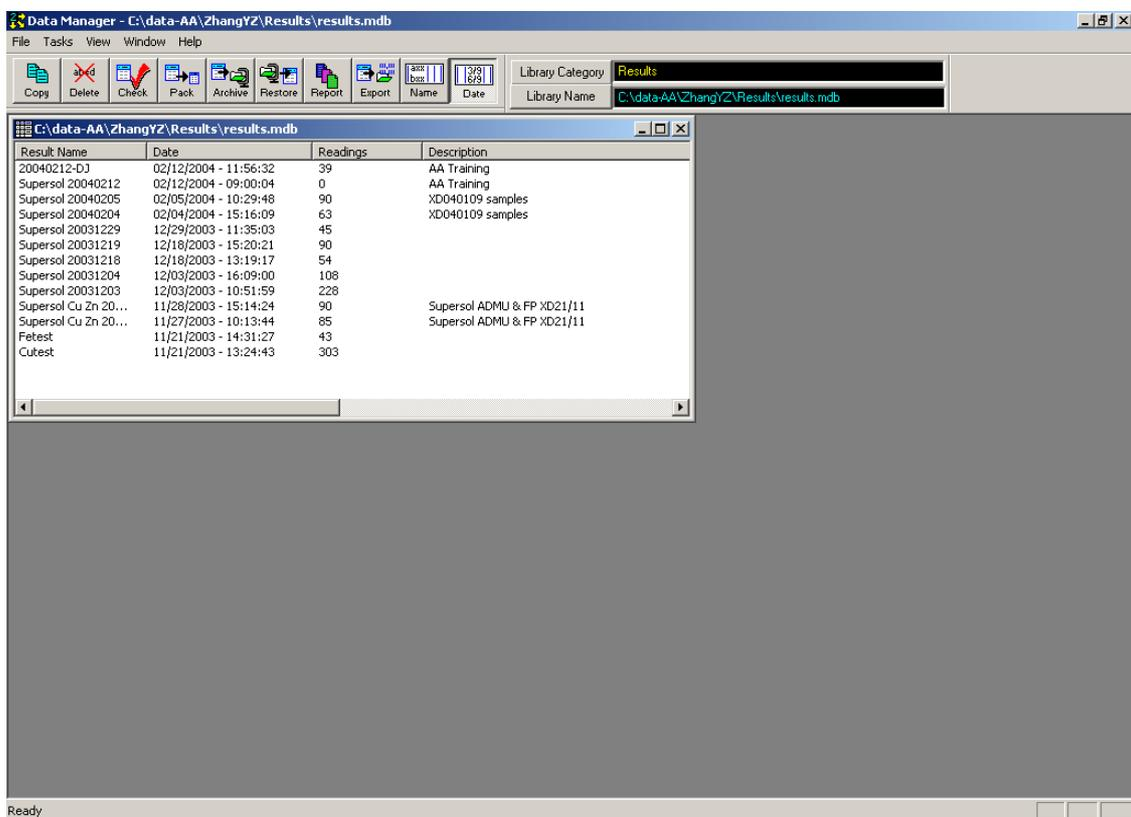

图 46. Winlab32 AA 中的数据处理页面
3.1.1 在 Winlab32 AA 窗口打开的情况下,点击下拉式菜单 File→Utility→Data Manager 或从 Programs→PerkinElmer Winlab32 for AA→Data Manager 进入到数据处理页面如下图 46: